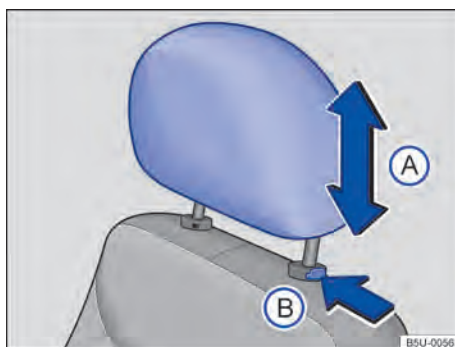

Fig. 58 Apoyacabezas delantero: desmontar.
- Presionar la tecla → fig. 58 (B) en el sentido de la flecha. Retire el apoyacabezas mientras presiona la tecla.
- Empujar el apoyacabezas completamente hacia abajo con la tecla → fig. 58 (B) presionada.